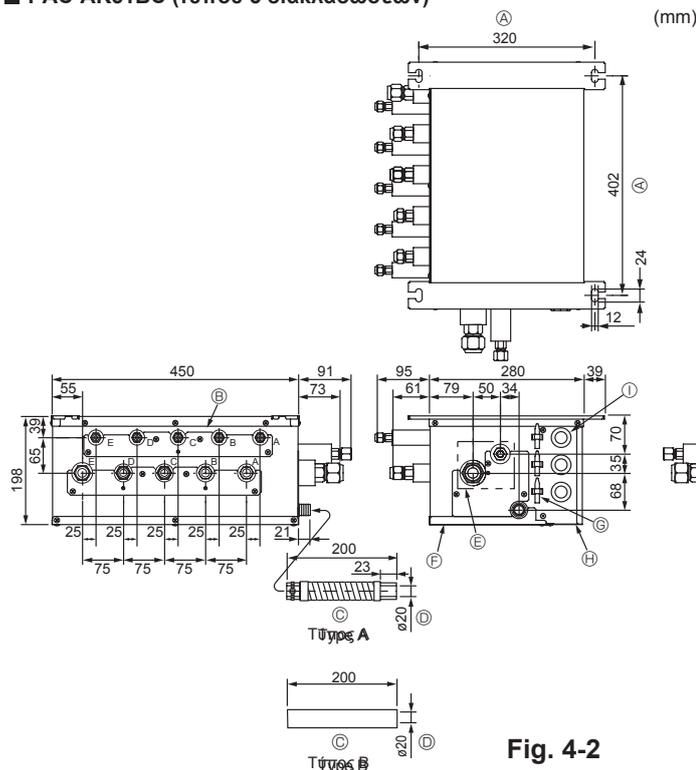

Fig. 4-2
■ PAC-AK51BC (Fig.4-2)
- (1) Τοποθετήστε τα μπουλόνια ανάρτησης (θα τα προμηθευτείτε από το εμπόριο) στη συνιστώμενη απόσταση (Fig. 4-2, 4-3).